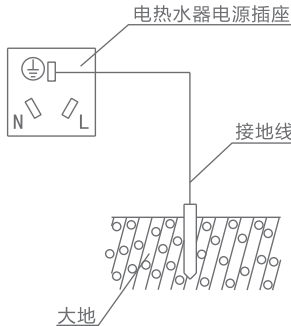

图8
- 9. 在确认供电系统中的电表、导线、开关、插座、保险丝的额定值符合本产品用电要求后，再在合适位置接一个单独的电源插座给电热水器供电（如图8）。电源插座的离地安装高度不低于1.8米。